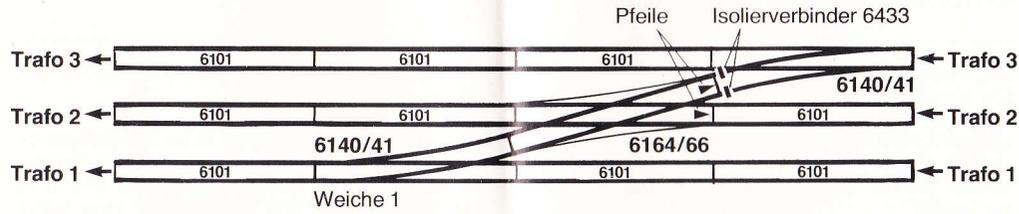

Fig. 6
**Schwellen angebrachten Pfeile** in die gleiche Richtung weisen, wie in Fig. 6, 7 und 8 abgebildet.
weiche in einen separaten Stromkreis (Trafo 4) eingefahren wird, muß dieser durch Isolierschienenverbinder 6433 elektrisch getrennt sein (Fig. 6 u. 7).